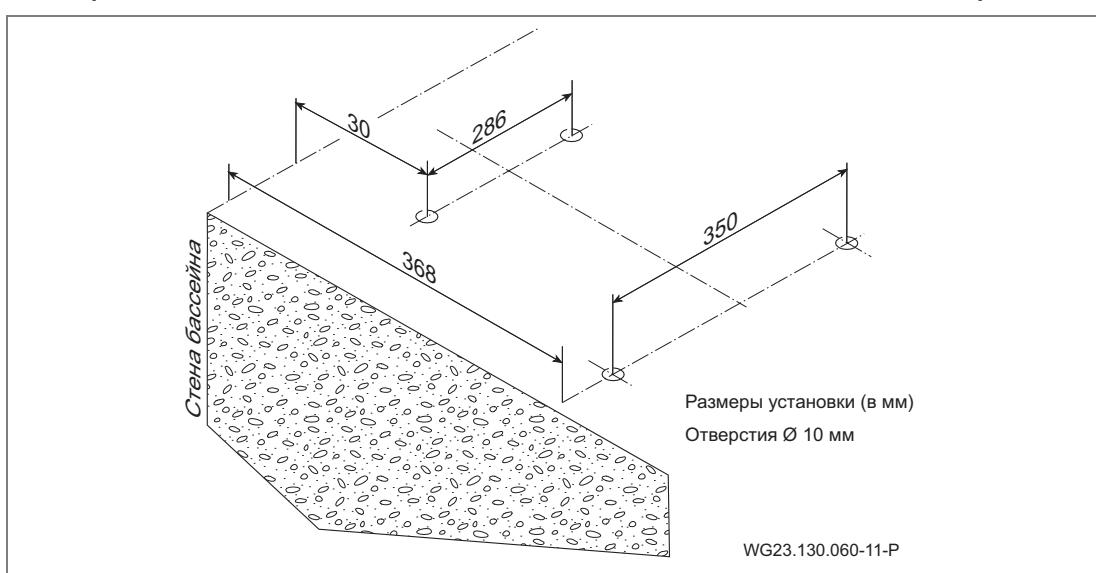
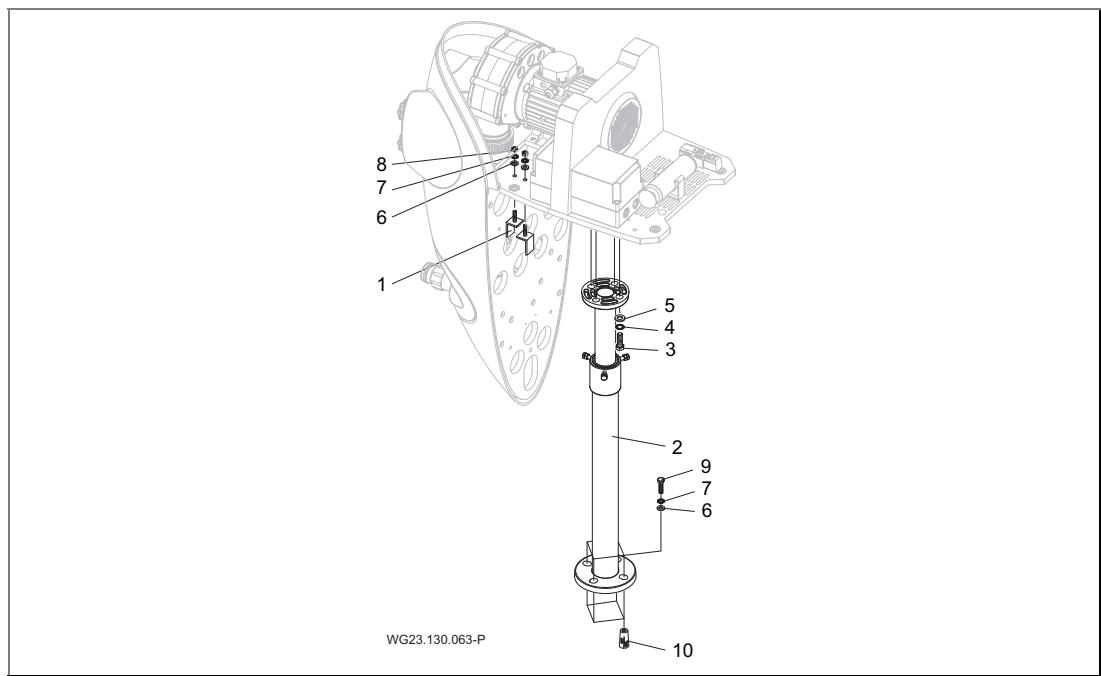

Рис. 4
Рис. 5
- Место расположения следует выбрать и подготовить согласно Рис. 4. Место расположения следует выбрать и подготовить согласно. См. "Рис. 5" на стр. 21
- Приподнимите установку и просверлите в размеченных местах отверстия диаметром Ø 10 мм. См. "Рис. 4" на стр. 20